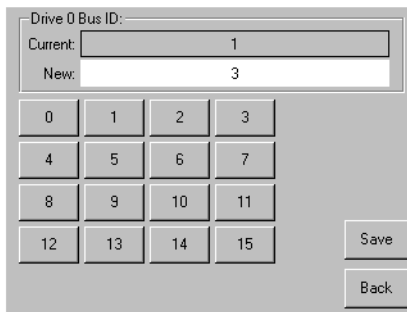

Figura 3-2. Schermata Drive 0 bus ID (ID bus dell'unità 0)
- a. Selezionare la casella corrispondente al testo “Drive 0 Bus ID:” (ID bus dell'unità 0). Sul display viene visualizzata la schermata Drive 0 Bus ID (ID bus dell'unità 0) (vedere la Figura 3-2). Tale schermata visualizza l'ID bus dell'unità 0 corrente insieme al nuovo valore richiesto.